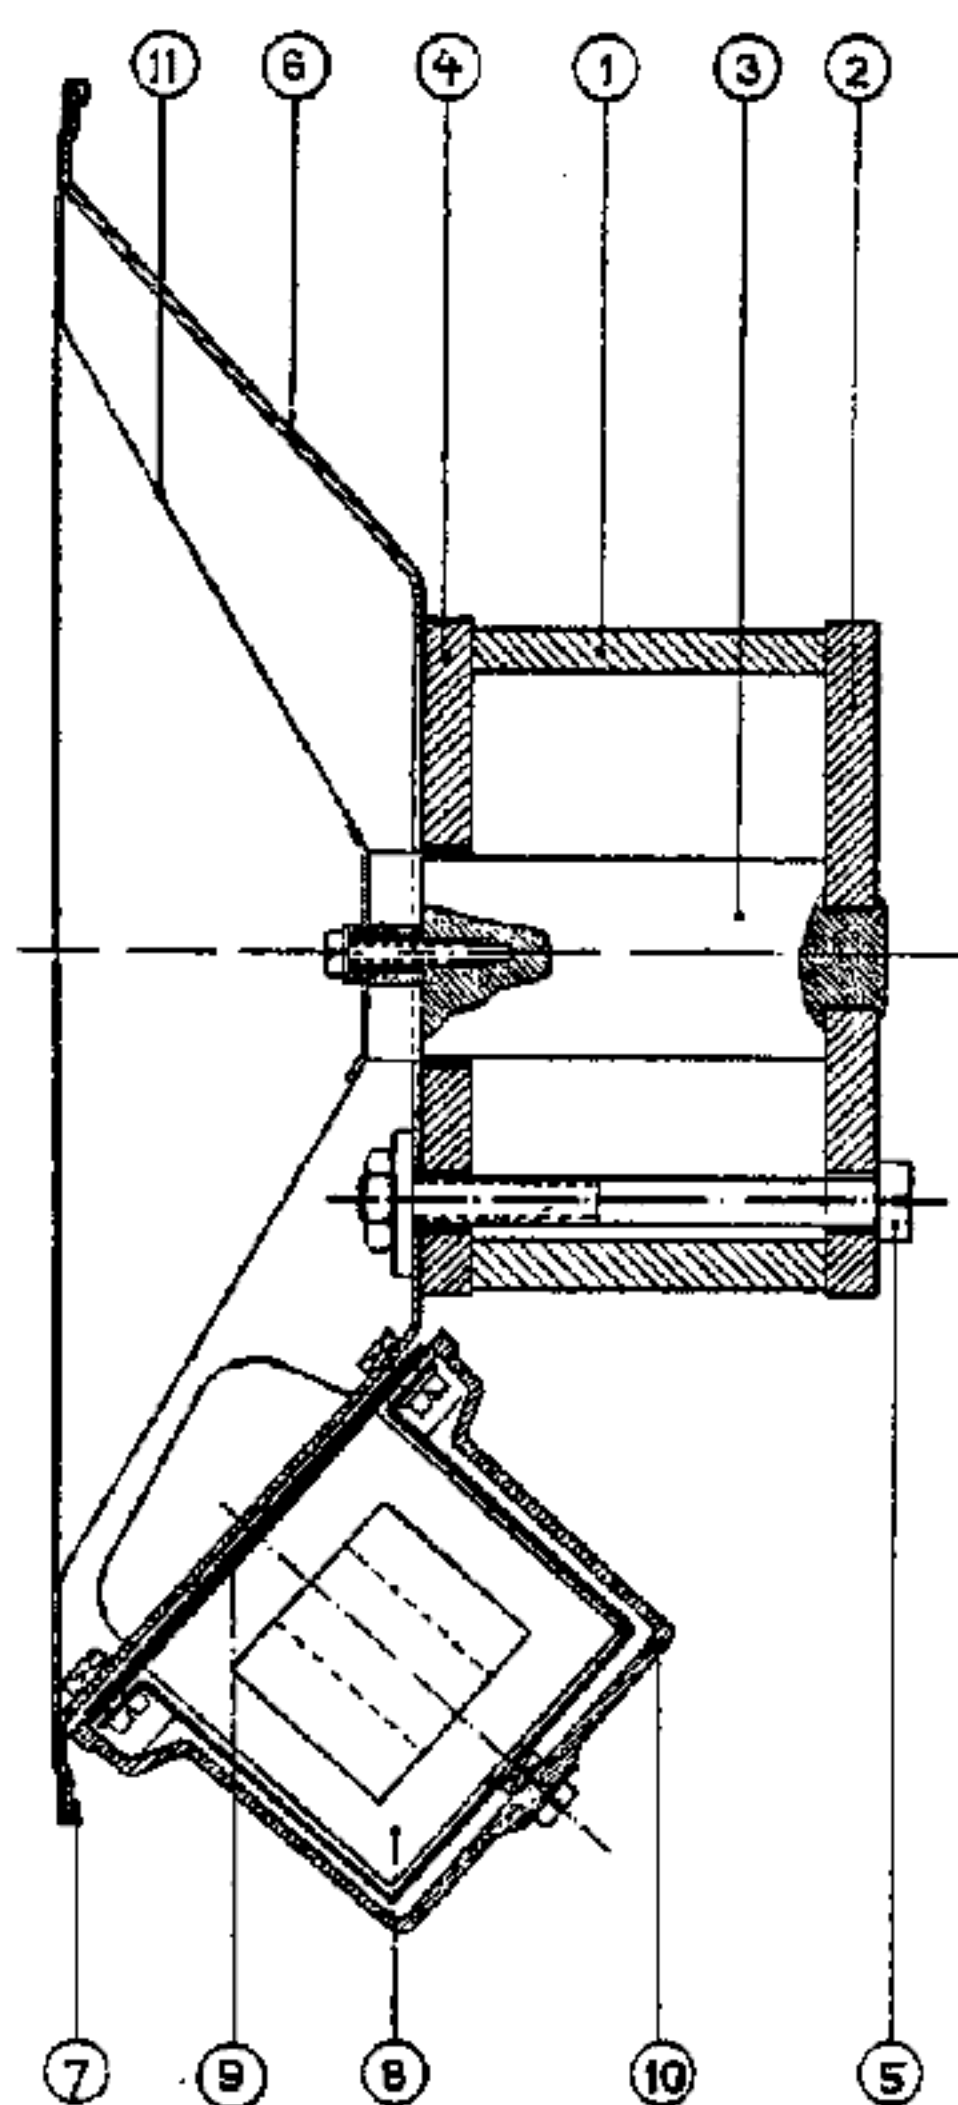

Fig. 7
Dessiner avec un crayon le pourtour intérieur du porte-cône sur la plaque antérieure (4 fig. 7) et placer le gabarit en laiton dans l'entrefer. Dévisser, ensuite, les écrous des 3 boulons tendeurs (5). Le porte-cône peut alors être remplacé. En aucun cas, les plaques d'avant ou d'arrière (4 et 2) de l'aimant (1) ne doivent être enlevées; cela provoquerait un grand affaiblissement de l'aimant. Le tracé au crayon facilite grandement la mise en place exacte du nouveau porte-cône. Une fois les boulons tendeurs fortement vissés, on peut enlever le gabarit,
LISTE DE PIÈCES DÉTACHÉES (fig. 7) TYPES 2150-2151-2153.